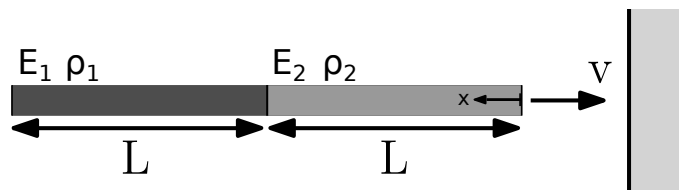

FIGURE 7 – Représentation schématique de la barre bimatérielle.
On considère une barre de longueur $2L$ constituée de deux matériaux élastiques linéaires, de modules de Young E_1 et E_2 , et de masses volumiques ρ_1 et ρ_2 , impactant un mur rigide à une vitesse V (figure 7). On cherche à calculer la durée pendant laquelle la barre reste en contact avec le mur avant de rebondir.
3. Tracer le diagramme (C, t) de la propagation de l'onde. Veiller à respecter la convention de l'axe définie dans la figure 7. (2 pts)